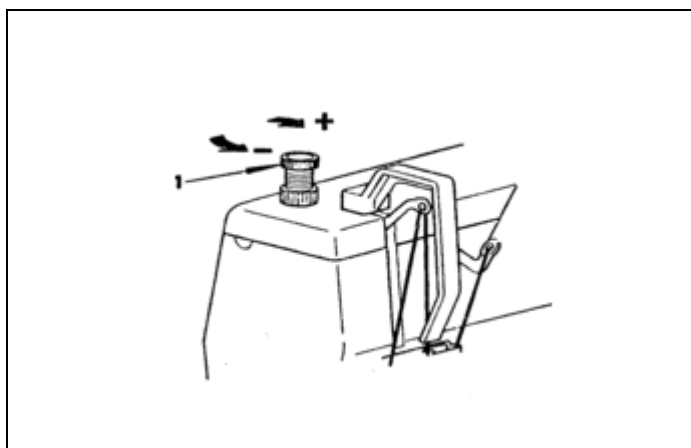

Fig. 17
12. AJUSTE DA PRESSÃO DO CALCADOR (Fig. 17)
Para regular a pressão do calcador, gire o parafuso 1, para a esquerda ou direita conforme necessário (fig. 17).